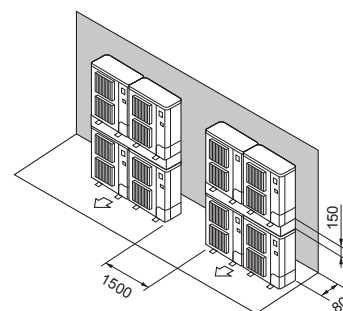

Fig. 2-15
- ⑦ Zabudowa jednostek zewnętrznych jedna na drugiej (Fig. 2-15)